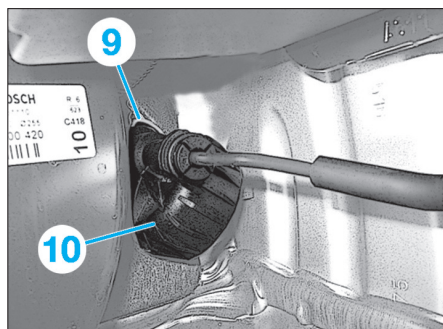

Fig. 8
- Soulever l'agrafe (9) et débrancher l'amortisseur de vibrations (10) du cylindre émetteur d'embrayage (Fig.8).